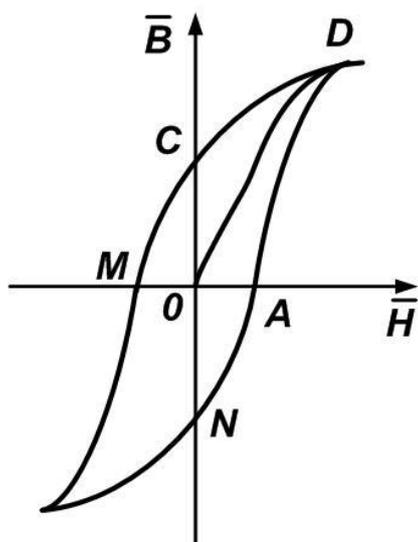

Рисунок 2.20 –
Петля гистерезиса ферромагнетика – это замкнутая кривая, по которой происходит периодическое изменение намагниченности и индукции образца вслед за изменяющимся магнитным полем (рис. 2.20). Значение OC – остаточная индукция (индукция магнитного поля ферромагнетика при отсутствии внешнего магнитного поля). OA – коэрцитивная сила ферромагнетика – значение магнитного поля, необходимое для размагничивания ферромагнетика. Точка D – напряженность внешнего поля, при которой достигается максимальная намагниченность ферромагнетика. Линия OD – кривая намагничивания ферромагнетика (линия, вдоль которой происходит намагничивание полностью размагниченного ферромагнетика). Площадь петли гистерезиса прямо пропорциональна потерям энергии на гистерезисные явления (работа по перемагничиванию ферромагнетика) и вихревые токи (токи Фуко).
4. Зарисуйте петлю в тетрадь. Запишите в таблицу 2.11 число делений на экране осциллографа для MO (коэрцитивная сила ферромагнетика) (см. рис. 2.20), H_m (максимальное значение напряженности магнитного поля, соответствует точке D), OC (остаточная намагниченность), B_m (максимальное значение индукции магнитного поля, соответствует точке D).